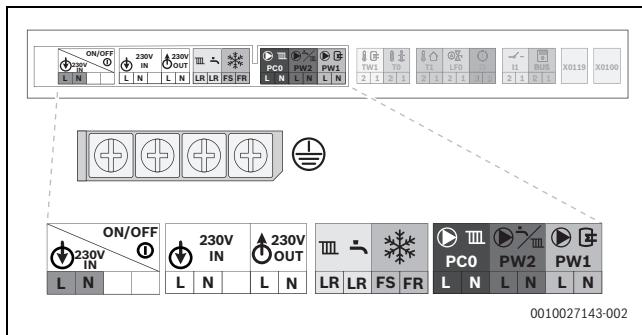
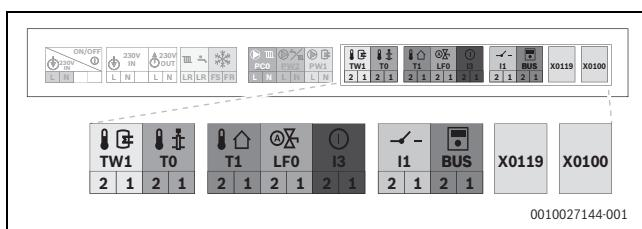

Bild 113 Netzspannungsbereich: Klemmleiste
Bild 114 Niederspannungsbereich: Klemmleiste
- Kabel an der Klemmleiste für externes Zubehör anschließen (→ Bild 113 und Bild 114).